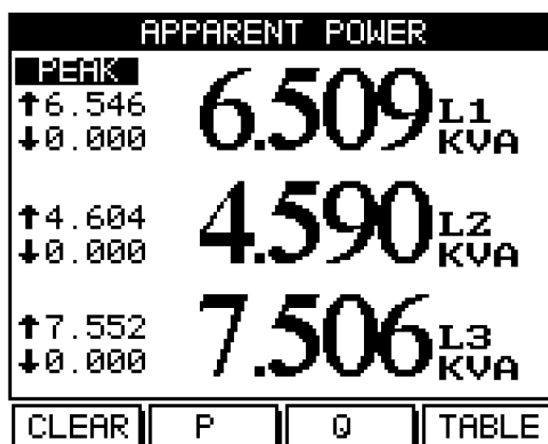

Рис. 5.7
3. Нажмите **S** («F2»). На дисплее появится экран значений полной мощности (рис. 5.7):